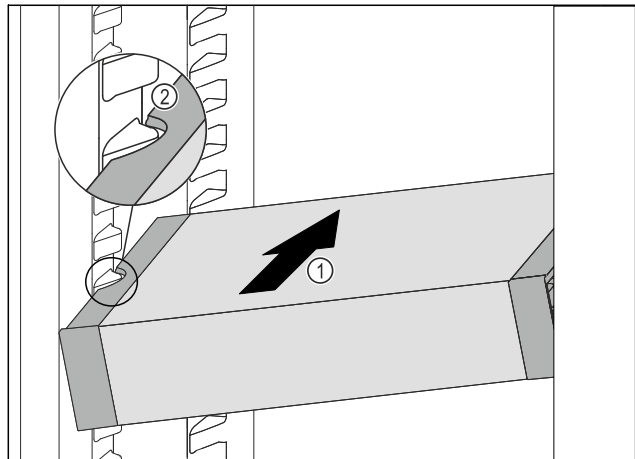

Fig. 133
- ▶ Вдвигайте VarioSafe под наклоном в холодильное отделение Fig. 133 (1), пока боковые выемки Fig. 133 (2) VarioSafe не окажутся на высоте выступа резервуара в холодильном отделении.